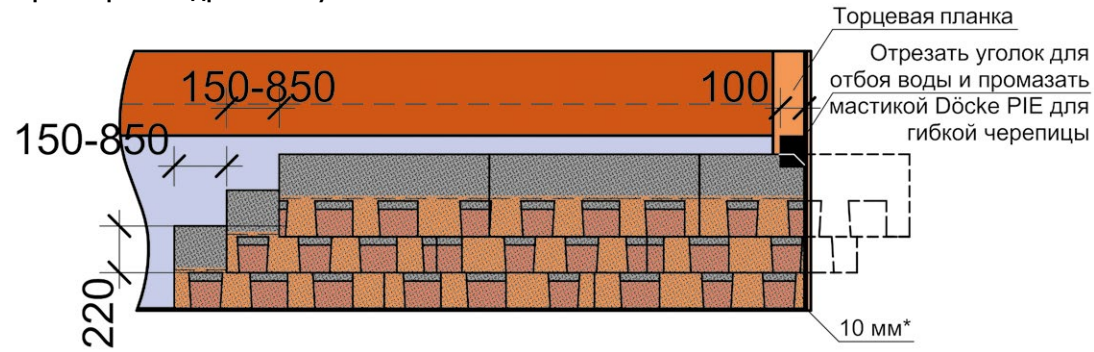

Рис. 24. Схема смещения гонтов многослойной черепицы по горизонтали и вертикали
8.2.15 Смещение гонтов ламинированной черепицы Döcke с формой нарезки «драконий зуб» по горизонтали необходимо устраивать в диапазоне от 150 до 850 мм (рис. 24). Рисунок готовой кровли должен быть хаотичным без прослеживания определённого правила подбора.